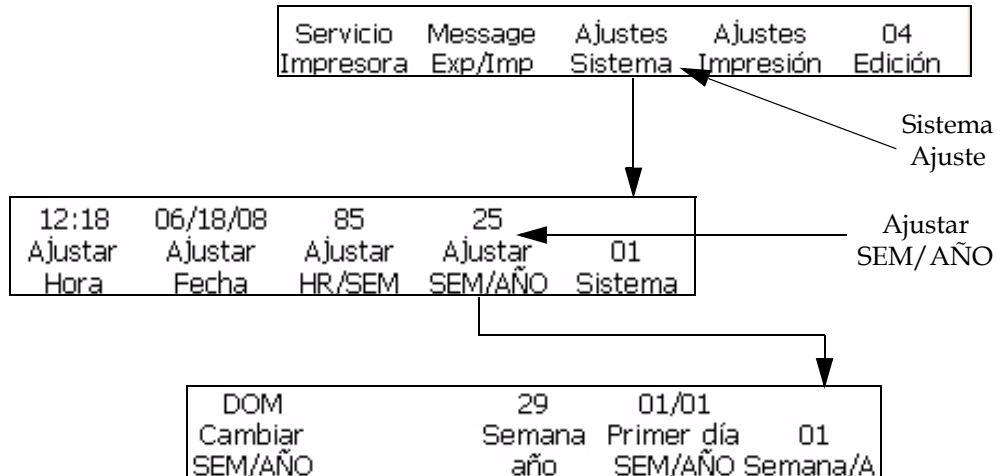

Figura 4-22: Marco <01 SEM/AÑO>
- Desplácese hasta el marco <01 SEM/AÑO> (01 Edición > 02 Edición > 03 Edición > 04 Edición - Sistema Ajuste > 01 Sistema - Ajustar SEM/AÑO > 01 SEM/AÑO). Consulte la Figura 4-22.